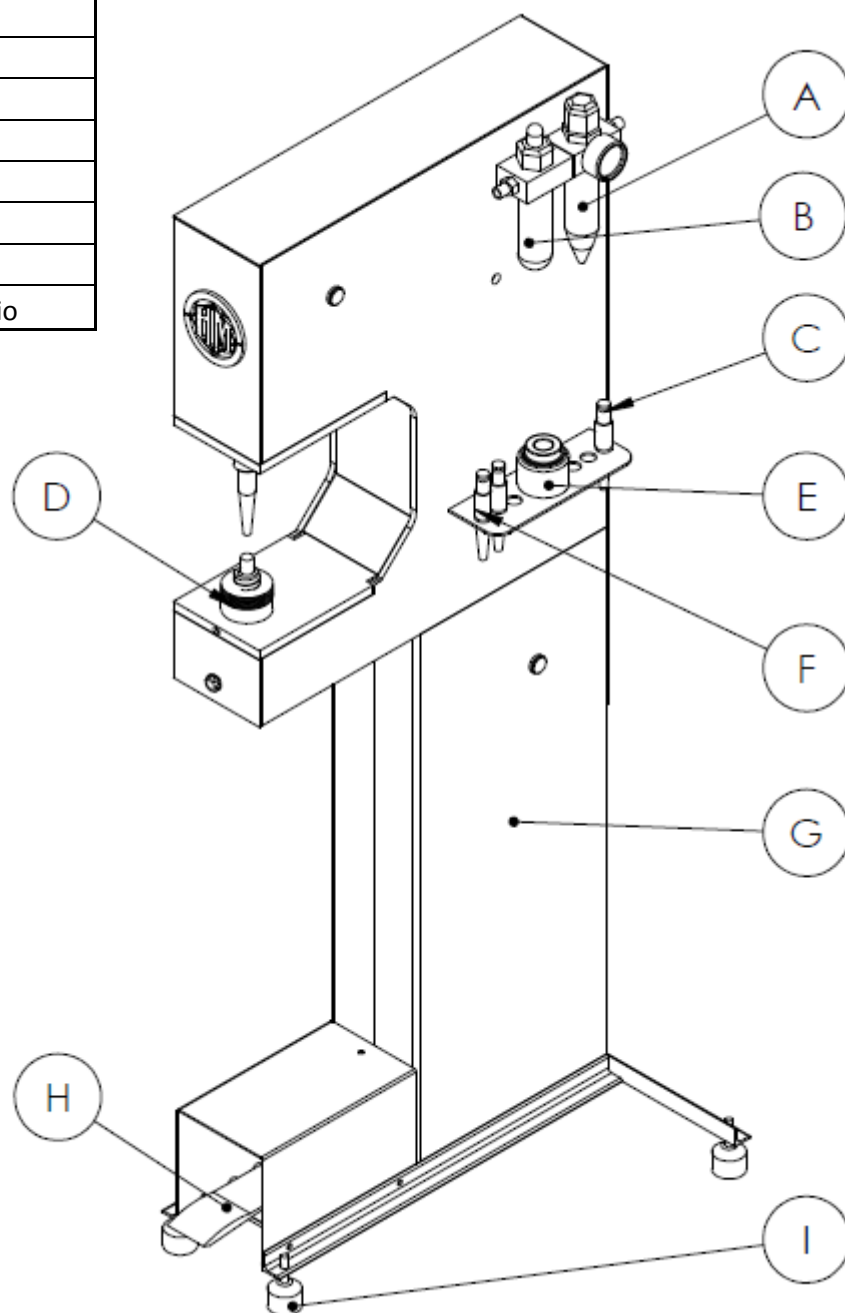
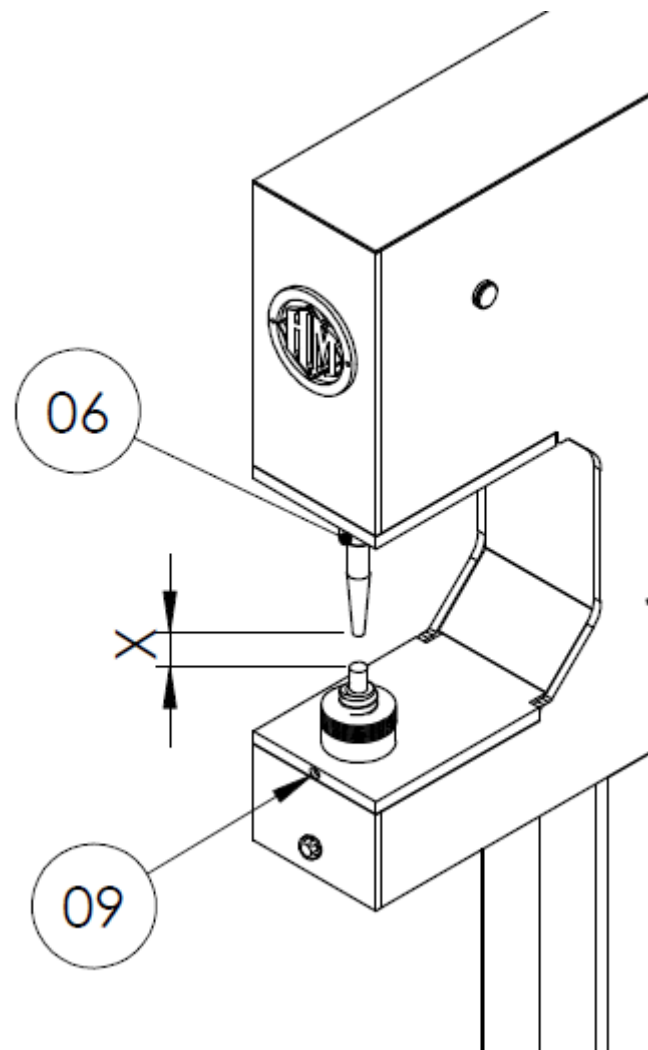

Figura 02
Figura 05
- Utilize o regulador de pressão (Item A, Figura 02). Ajuste a pressão com a qual deseja trabalhar de acordo com as necessidades de seu trabalho.
Para realizar a troca de punções e dos fusos, simplesmente afrouxe os parafusos 06 e 09 como é mostrado a Figura 05.
Para regular a distância do punção e do fuso: com o pedal acionado, gire Fuso móvel da Base de Apoio do Rebitador (Item 10, Figura 01), observando a dimensão X da figura 05, deverá ficar na maioria dos casos, entre 5 a 7mm. O ideal é ser estudado e feito de acordo com o fabricante do conjunto Patinho/Lona.
Acione o Pedal de Acionamento (Item H, Figura 02) segurando firmemente o patim.
- Selecione o punção extrator (Item C, Figura 02) e o Fuso Móvel da Base de Extração (Item E , Figura 02).
- Para regular a distância do punção e do fuso: com o pedal acionado, gire Fuso móvel da Base de Apoio do Extrator (Item E, Figura 02), observando a dimensão X da figura 05, deverá ficar na maioria dos casos, entre 8 a 10mm.
. Mantenha sempre o nível de óleo no Lubrificador (Item B, Figura 02) , se for necessário a reposição, colocar sempre óleo lubrificante pneumático. O nível máximo de óleo, é indicado no reservatório do Lubrificador.